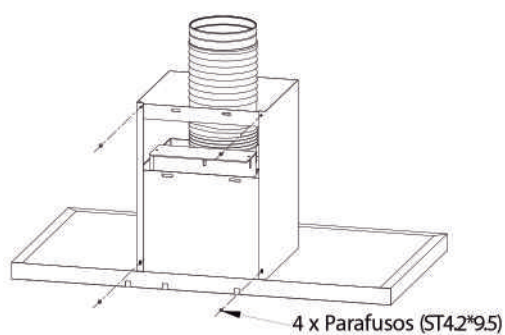

Fig.5
- Fixar o tubo de escape e a chaminé no corpo principal, conectar o suporte de instalação da chaminé e a chaminé (fig.5).